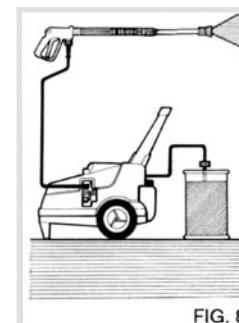

FIG. 8
- 1) Промойте аппарат от остатков химических средств (рис.8). Для этого опустите шланг подачи химических средств в емкость с чистой водой и запустите установку на 1 минуту, установив насадку в положение подачи химического средства.
- 4) Промойте аппарат от остатков химических средств (рис.8). Для этого опустите шланг подачи химических средств в емкость с чистой водой и запустите установку на 1 минуту, установив насадку в положение подачи химического средства .